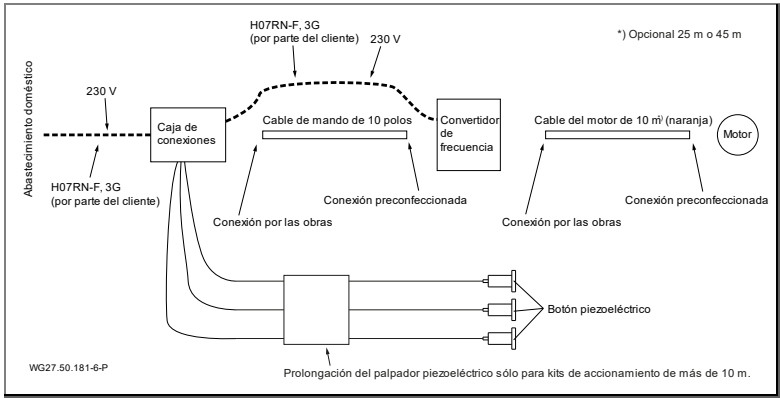

Fig. 18
14. Los conductores para el PTC (marrón o negro (BR1)/blanco (BR2)) deben cablearse según el esquema de contactos. Ver "Fig. 18", página 37.